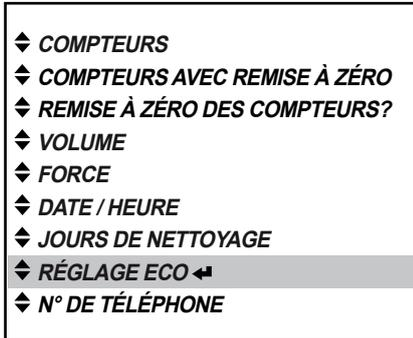

Fig. 39
- Appuyez sur la touche d'entrée ◀ pour afficher le menu « RÉGLAGE ÉCO » (fig. 39).